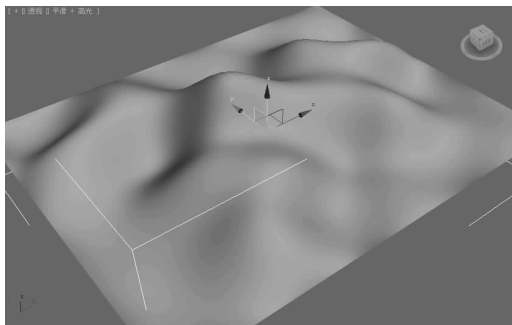

图 5-57 修改外形后的点曲面 ▲
(3)在“修改”命令面板的修改器堆栈中,选择“NURBS 曲面”修改器的“点”子对象,可以在透视图中通过移动点的位置改变当前曲面的外形,如图 5-57 所示。